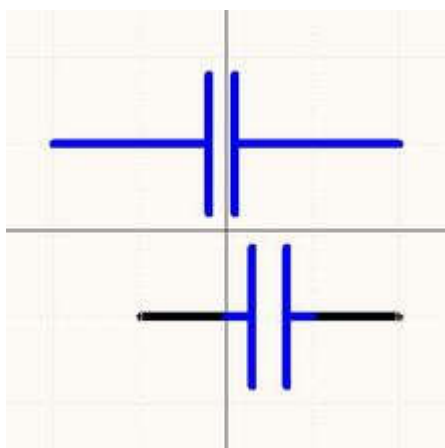

Рисунок 16 – Новый и старый символы конденсатора.
3. Войдем в режим рисования, настроим параметры линии и рядом со старым символом нарисуем новый (рисунок 16).